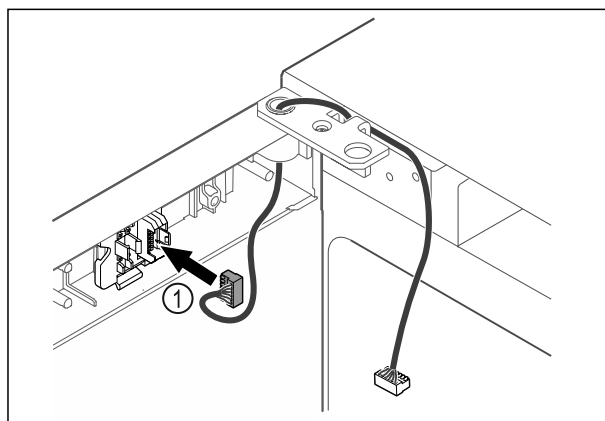

Fig. 42
- Inserte el conector Fig. 42 (1) en el soporte de conectores.